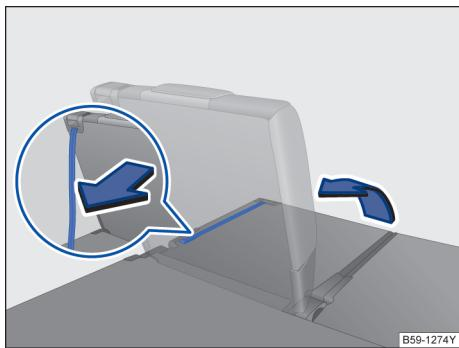

图 87 将第三排座椅翻回
- 拉起后座椅靠背上的锁止拉带→图 87，即可翻回后座椅靠背。或：用手从车内翻回后座椅靠背。